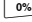

**Figura 5. Teste de tensão-tensão**
1. Conecte a saída de tensão do calibrador à entrada de tensão, conforme mostrado na Figura 5.